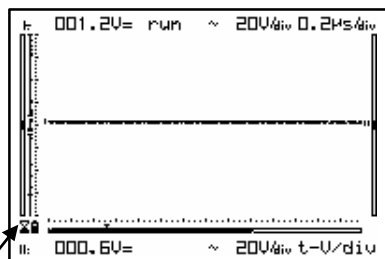

Fig 20
- ☞ Auto power-off is only activate when the device runs on batteries, as indicated by the hourglass (fig. 20).
- ☞ De auto power-off functie werkt enkel wanneer het toestel op batterijen werkt, zoals aangegeven door het zandloperkje (fig. 20).
- ☞ La fonction de désactivation automatique marche uniquement lorsque l'appareil est alimenté par le pack d'accus, comme indiqué par le sablier (fig. 20).